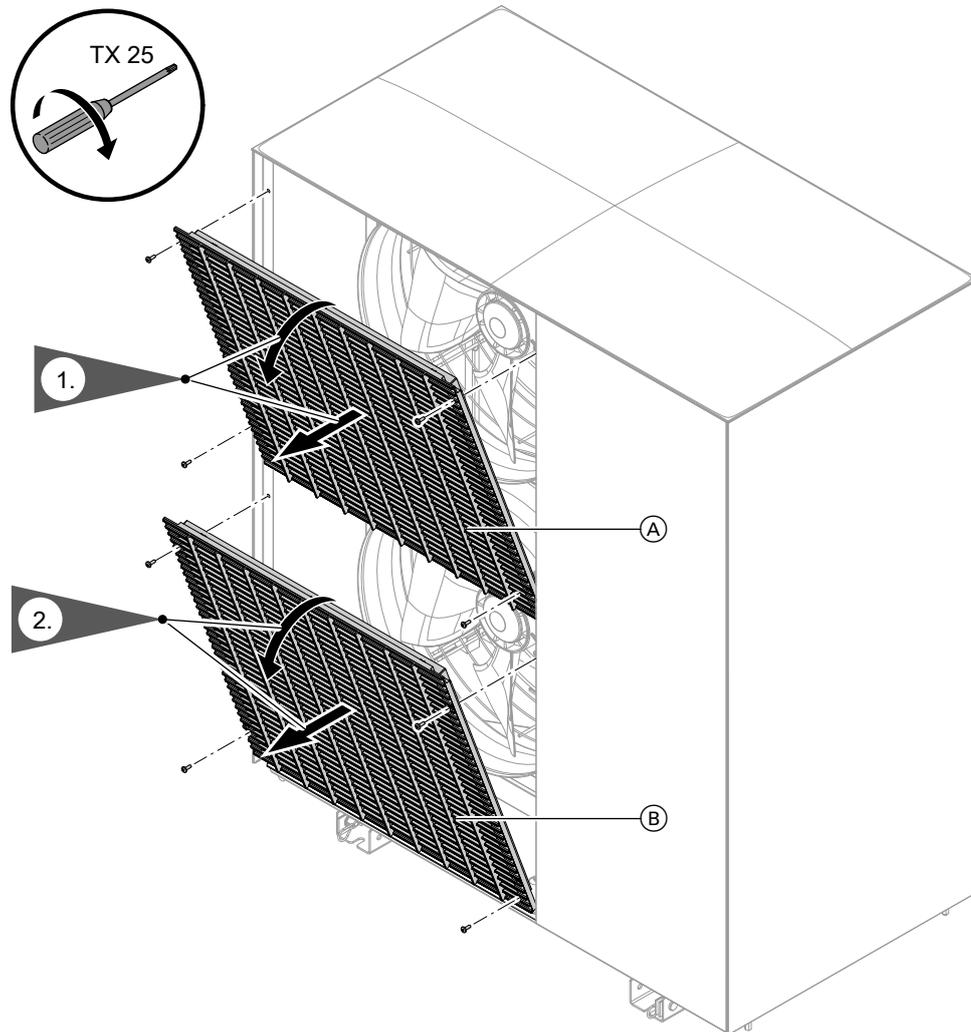

Fig. 95
2. Desmontar la rejilla protectora del ventilador: Consultar Fig. 95.
4. Desmontar la rejilla protectora del ventilador y la tapa: Consultar Fig. 95 y 94.
2. Desmontar la rejilla protectora de los ventiladores: Consultar Fig. 95.